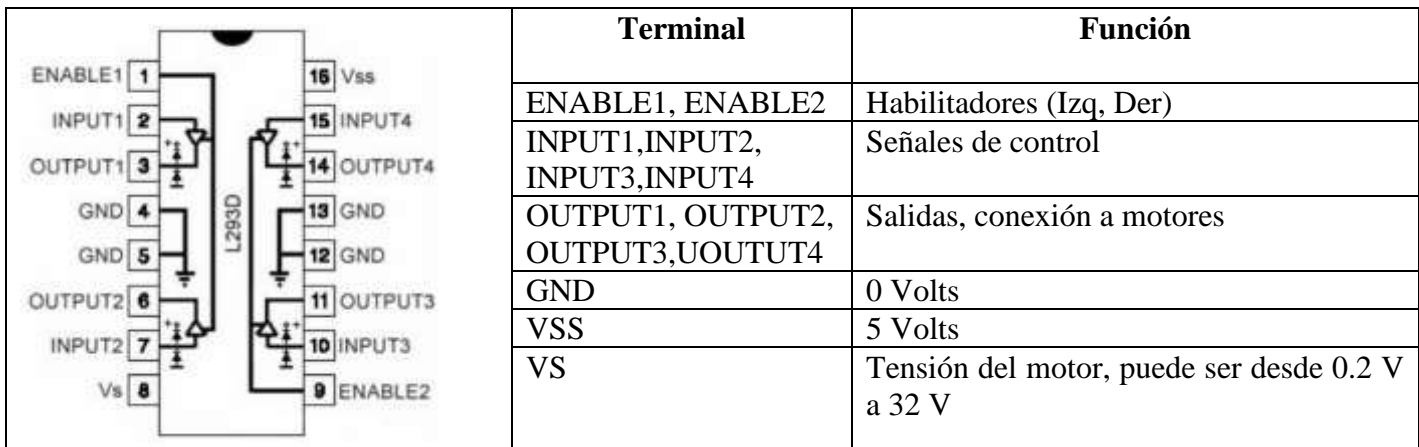

Figura 5.1 Driver L293
1.- Considerando la asignación de terminales asignadas en la figura 5.1; realizar el programa que ejecute el control indicado en la tabla 5.1.